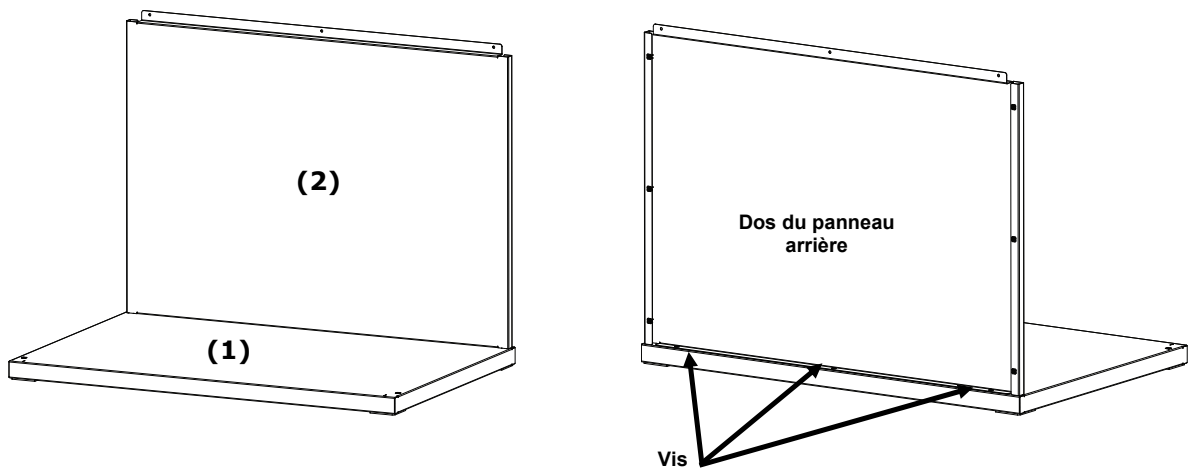

Figure 2. Fixation du panneau arrière au panneau inférieur
2. Insérez les ergots de fixation situés en bas du panneau arrière (2) dans les encoches se trouvant à l'arrière du panneau inférieur (1). Fixez le panneau arrière au panneau inférieur à l'aide de trois vis (voir Figure 2).